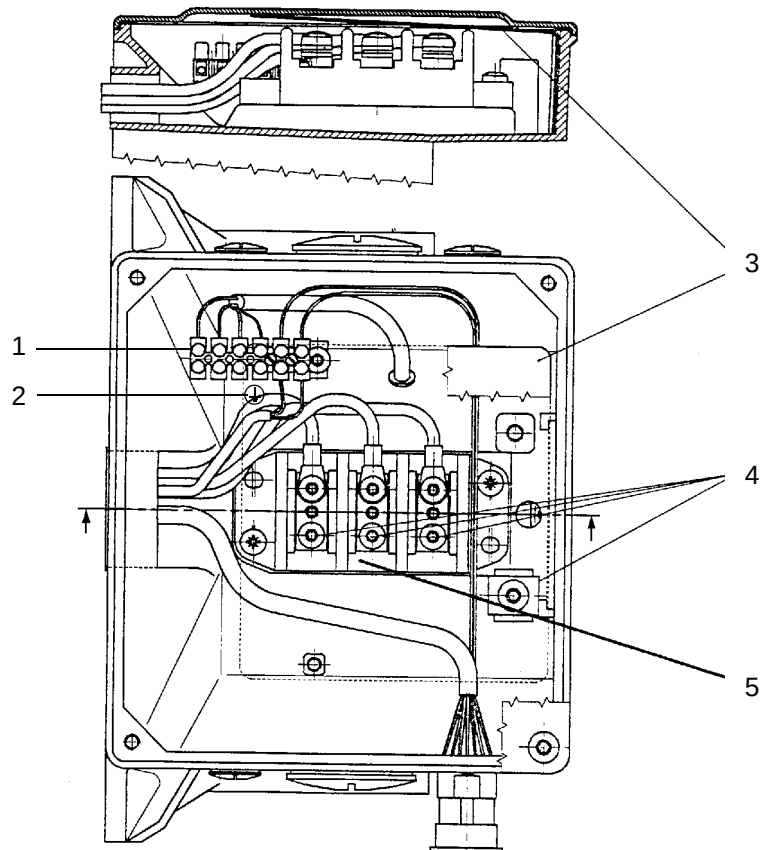

Fig. 5 Collegamento elettrico
Pericolo di scosse elettriche! La lamina isolante nella scatola morsetti fig. 5 serve a proteggere da scariche elettriche sul coperchio e pertanto non deve assolutamente essere asportata!
- svitare il coperchio della scatola morsetti e sganciare sia i conduttori del motore che i conduttori dei sensori di temperatura sulla morsettiera (fig. 5)